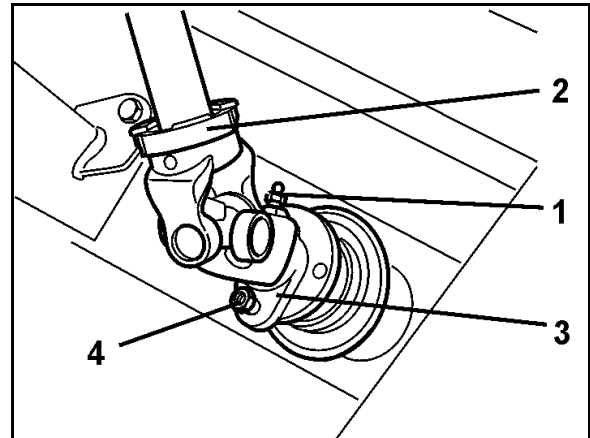

Bild 87
2. Slacka fjädrarna (Bild 87/1) genom att lossa respektive mutter (Bild 87/2).